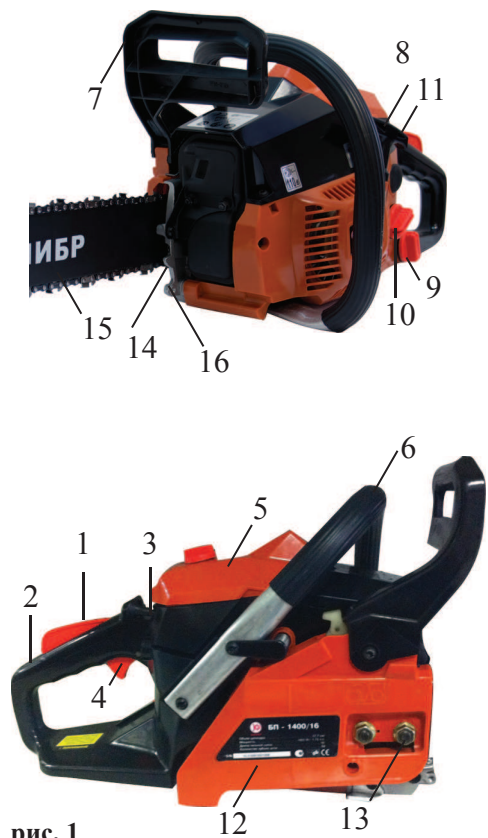

рис. 1
4.1 Общий вид* пилы представлен на рис. 1